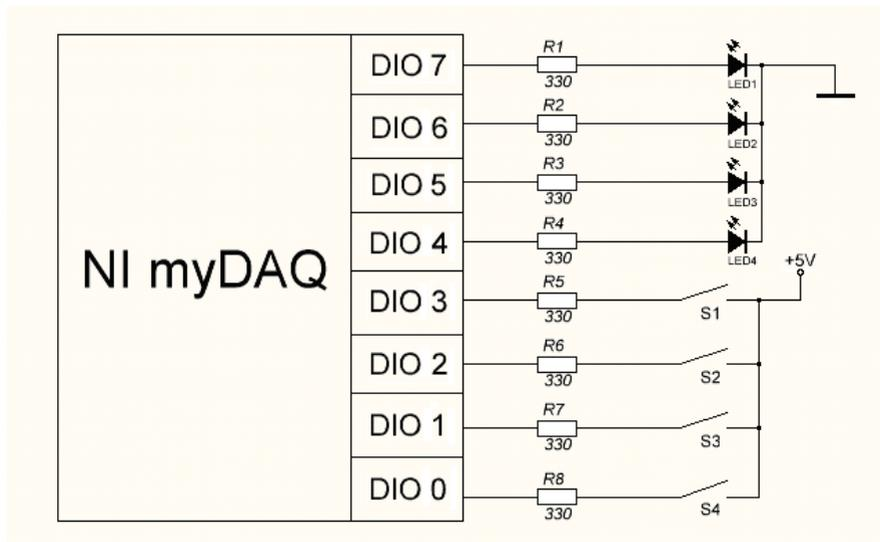

Рис.3.42. Электрическая схема собираемой установки.
1) Подумайте, какой вид должна иметь программа для отображения на 4 реальных светодиодах цифровых сигналов, считываемых с 4 входов *DIO 0* – *DIO 3*, и почему электрическая схема, показанная на рис.3.42, позволит проводить такое отображение.
2) По схеме, представленной на рис.3.42, соберите на наборной панели установку, состоящую из подключенных к портам вывода светодиодов (через резисторы 330 Ом). Шины «земля» и «напряжение +5В» сформируйте с помощью перемычек.
Создайте копию программы из предыдущего задания. Внесите такое изменение в программу (без изменения электрической схемы, изображенной на рис.3.42), чтобы светодиоды зажигались противоположным образом по сравнению с предыдущим заданием: чтобы при замыкании тумблера соответствующий ему светодиод гас, а при размыкании – зажигался.
Создайте копию программы из предыдущего задания и верните режим без инверсии выходного сигнала. Внесите такое изменение в электрической схеме, изображенной на рис.3.42, чтобы светодиоды подключались не к земле, а к +5 В. Убедитесь, что при этом они будут зажигаться так же, как и в предыдущем задании: что при замыкании выключателя соответствующий ему светодиод гаснет, а при размыкании – зажигается.